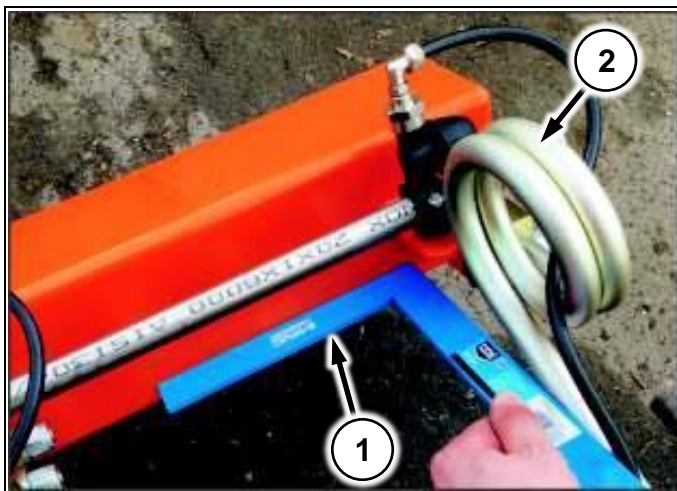

Рис. 205
2. Поднесите угольник (Рис. 205/1) к плоскости консоли
3. Поверните пружину в замке (Рис. 205/2) так, чтобы она стала параллельна угольнику.